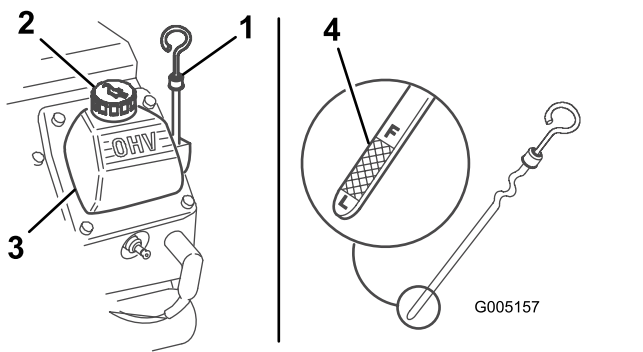

Figure 23
- Sortez la jauge d'huile et essuyez soigneusement l'extrémité métallique (Figure 23).
- Enfoncez la jauge complètement dans le tube (Figure 23).
- Si le niveau d'huile est trop bas, nettoyez la surface autour du bouchon de remplissage et enlevez le bouchon (Figure 23).
- Versez lentement une quantité d'huile suffisante dans le couvre-culasse pour amener le niveau au repère du plein (F).
12. Enlevez le bouchon de remplissage (Figure 23) et versez lentement environ 80 % de la quantité d'huile spécifiée dans le couvre-culasse.
14. Faites l'appoint d'huile avec précaution pour faire monter le niveau jusqu'au repère maximum (F) sur la jauge.